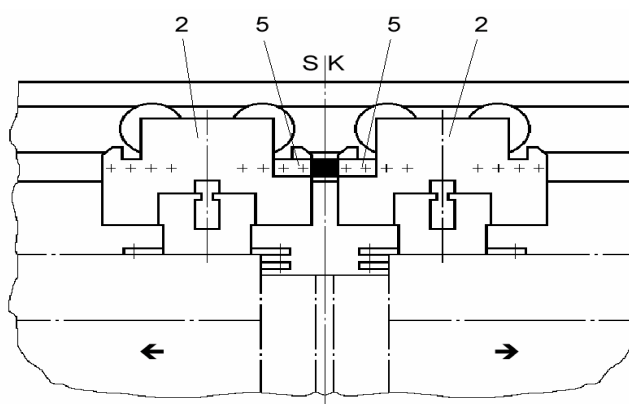

Рисунок 3.2 – Установка стопоров на каретки для 2-х створчатой двери (при смыкании створок двери в центре по оси SK, стопоры должны касаться друг друга)
1. Стопоры (5) цилиндрическими винтами M6x10 и гровер-шайбой закрепить на каретке (2) (см рисунок 3.2).